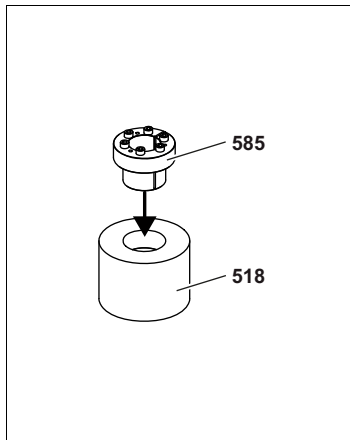

Fig. 8
2. Dévisser à la main les vis de l'élément de serrage de quelques tours. Placer l'élément de serrage dans le rotor intérieur, voir Fig. 8, page 33.